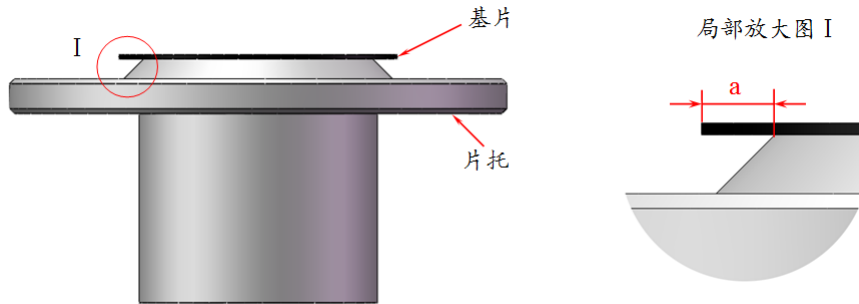

图 5 片托对基片外径要求示意
2. 片托：选择合适的片托插入到匀胶机光码盘上，如图 5 所示。
- 4、放片：将要匀胶的基片放置于片托上，如图 5 所示；
- 务必保证基片外径大于片托凸台外径 2-4mm，即图 5 中 $a \geq 1 \sim 2\text{mm}$